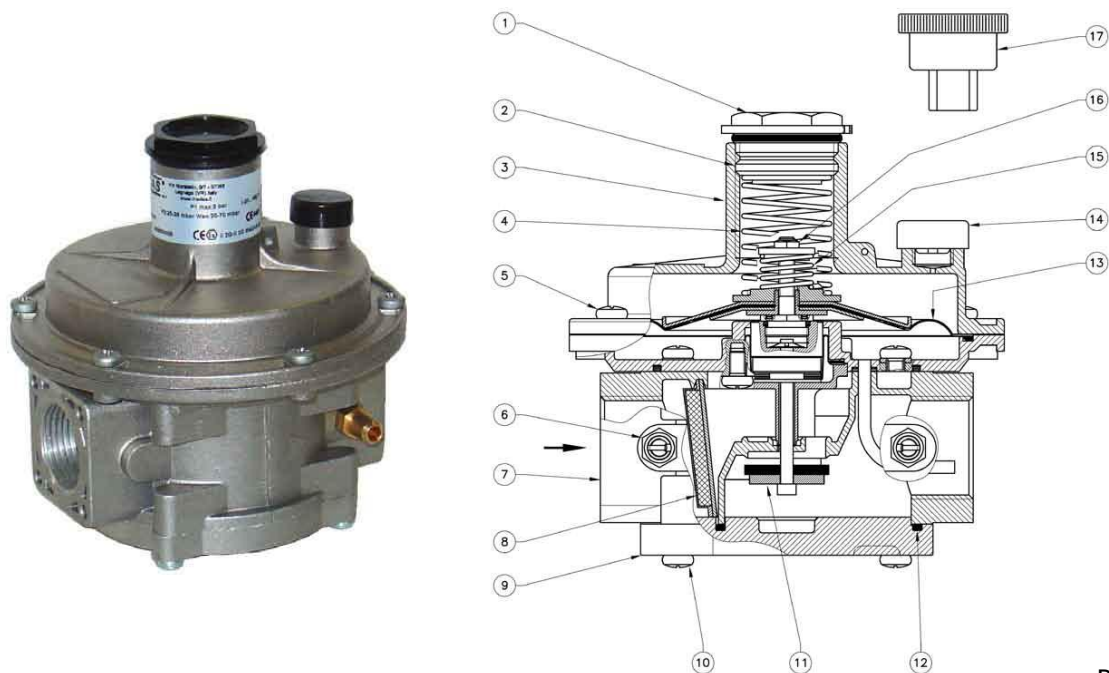

Рис. 1
Регулятор (рис. 1) состоит из: колпачок (1); винт калировки выходного давления (2); раструб (3); пружина калировки выходного давления (4); винты крепления раструба (5); штуцер для замера давления (6); корпус (7); фильтрующий элемент (8); нижняя панель (9); винты крепления нижней панели (10); затвор (11); уплотнительное кольцо нижней панели (12); рабочая мембрана (13); пылезащитный колпачок (14); пружина калировки сбросного клапана (15); винт калировки сбросного клапана (16); специальный ключ для калировки (17).